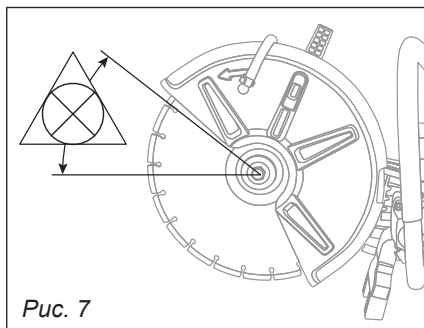

Рис. 7
• **Никогда не резать верхней областью диска (рис. 7).**